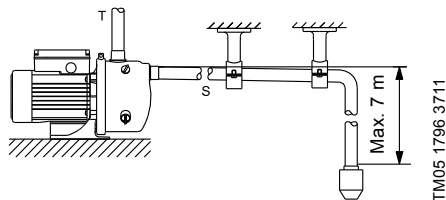

Fig. 2 Röranslutning
Anslut utloppsroret till pumpens utloppsport (T). Se fig. 2. H = max. 7 m.